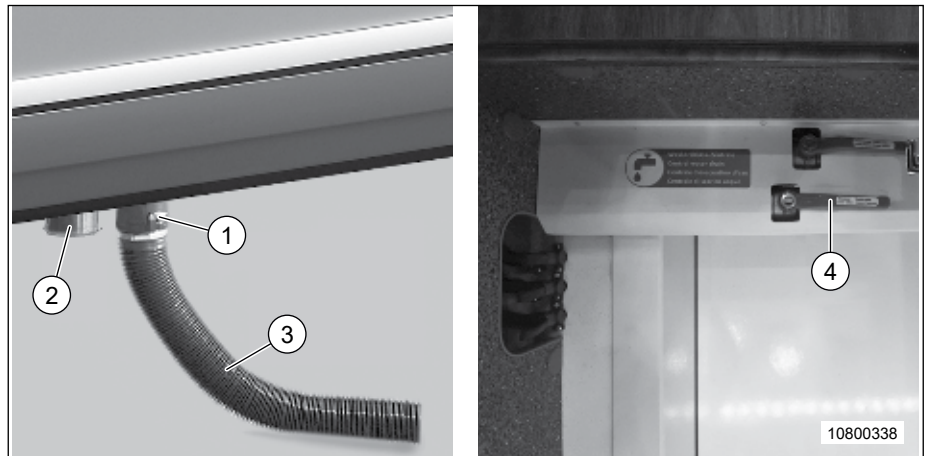

Fig. 129 Vidange du réservoir des eaux usées
1. Raccorder le flexible de vidange (Fig. 129, pos. 3) au manchon de vidange (Fig. 129, pos. 1).
2. Ouvrir le robinet de vidange (Fig. 129, pos. 4).
3. Vider le réservoir des eaux usées via le manchon de vidange (Fig. 129, pos. 1).
4. Fermer le robinet de vidange (Fig. 129, pos. 4).